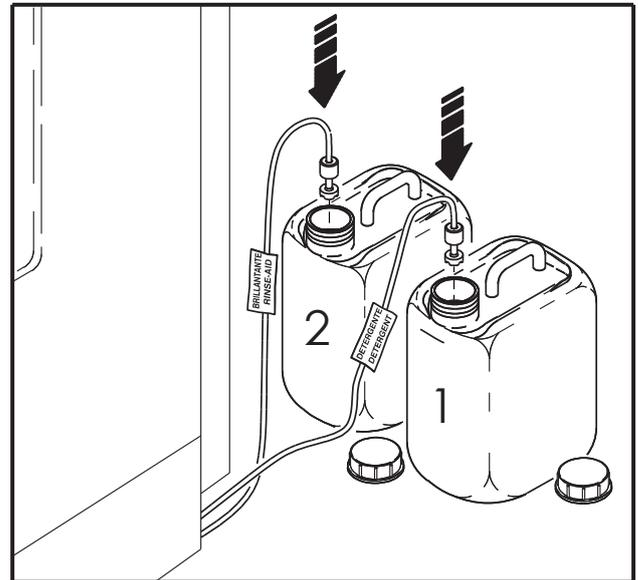

Abb. 22
- *Den Füllstand des Klarspülers und des Spülmittels im externen Behälter überprüfen und eventuell austauschen (Bild 22)*